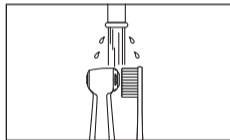

Fig. 10
- 1 Nettoyez les surfaces externes de la pièce à main avec une brosse à dents à poils souples pendant 15 secondes ou plus. (Fig. 10)